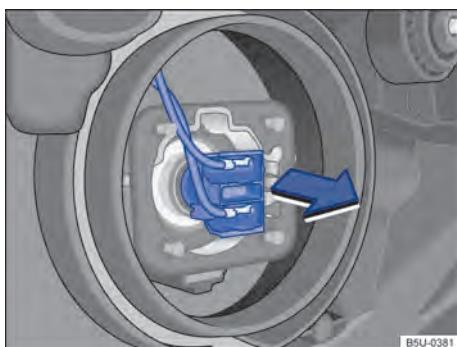

Fig. 157 Acesso à lâmpada incandescente do farol baixo.
- ⑤ **Farol baixo** **A**, puxar a lâmpada no sentido da seta → **Fig. 157** para desencaixá-la do suporte.